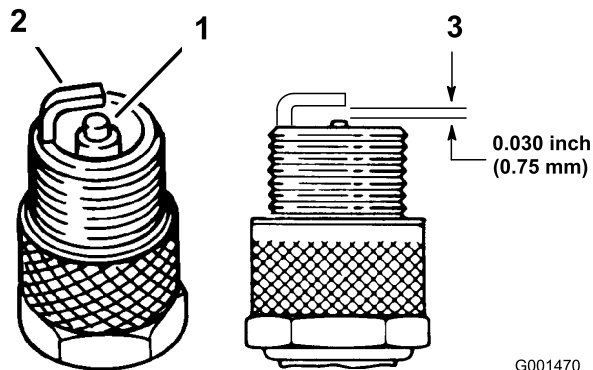

Bild 27
1. Sehen Sie sich die Mitte der Zündkerzen an (Bild 27). Wenn der Kerzenstein hellbraun oder grau ist, ist der Motor richtig eingestellt. Eine schwarze Schicht am Kerzenstein weist normalerweise auf einen schmutzigen Luftfilter hin.
3. Prüfen Sie den Abstand zwischen den mittleren und seitlichen Elektroden (Bild 27). Verbiegen Sie die seitliche Elektrode (Bild 27), wenn der Abstand nicht stimmt.
3. Schließen Sie die Zündkerzenstecker an die Zündkerzen (Bild 27).